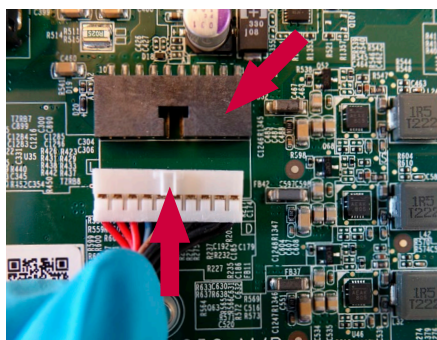

Figura 27 Recuplați conectorul bateriei.
- a) **Cuplați din nou bateria la conectorul bateriei (a se vedea Figura 12 și Figura 27).**